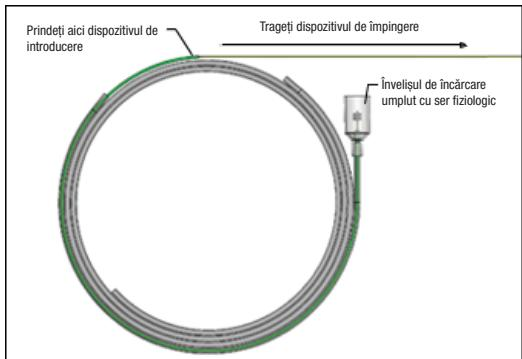

Figura 5 – Trageți dispozitivul de impinge în direcție proximală pentru a retrage implantul
16. Cu o mână fixați dispozitivul verde de introducere, prindeți dispozitivul de impinge și trageți lent proximal, pentru a începe să retragați implantul, consultați figura 5.